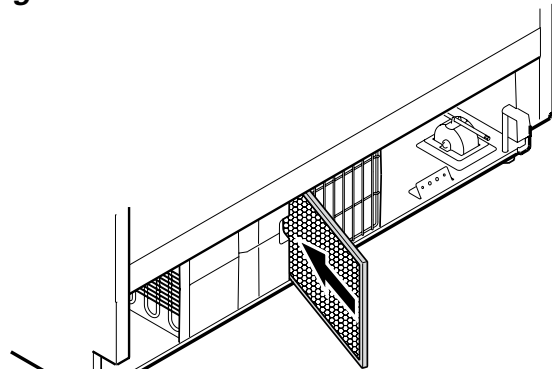

Figura 15
## Montaje de la rejilla de aireación - Figura 15, 16
2. Retire la película protectora azul del filtro de polvo provisto e inserte el filtro en la abertura en el área del zócalo según se muestra en la Figura 15.